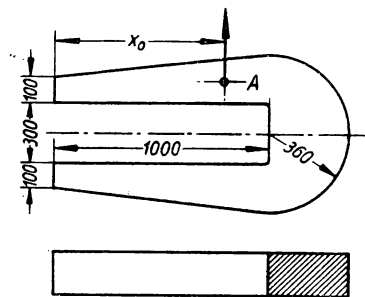

Bild 92
**231.** Der Bügel einer Nietmaschine nach Bild 92 soll an einem Drehzapfen  $A$  so aufgehängt werden, daß er die gezeichnete waagerechte Lage einnimmt. In welchem Abstände  $x_0$  von der Vorderkante des Bügels muß der Zapfen angeordnet werden?